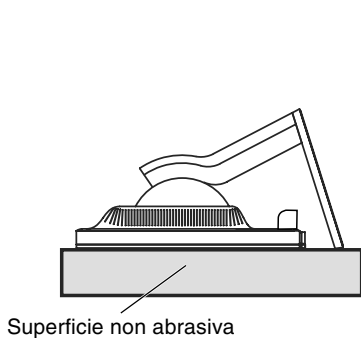

Figura R.2
3. Sistemare il monitor verso il basso su una superficie non abrasiva (**Figura R.2**).